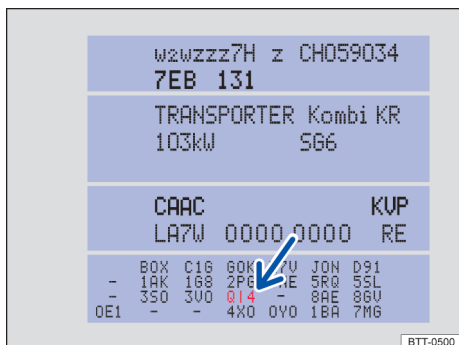

Fig. 204 Etiqueta de dados do veículo com número PR do respectivo serviço (Representação esquemática).
- No número PR da etiqueta de dados do veículo → Fig. 204 (seta) → Página 289.